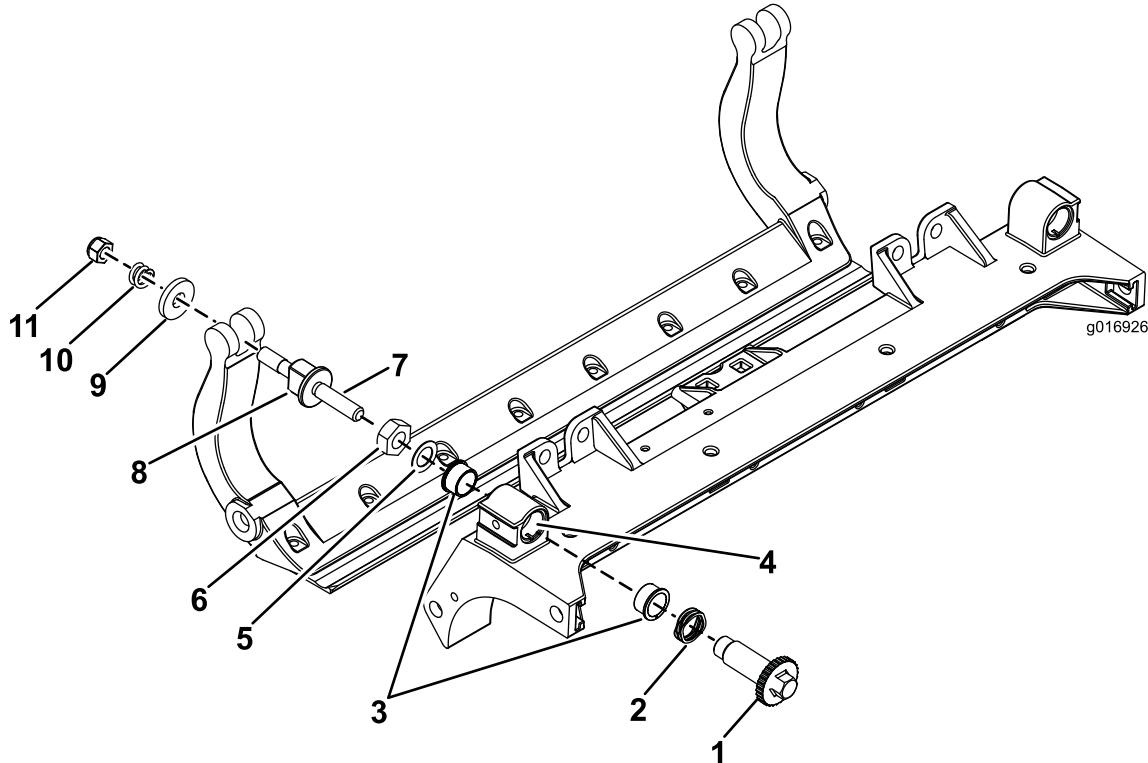

Figura 33
1. Retire todas las piezas (consulte las *Instrucciones de instalación* del Kit HD DPA (Modelo 120-7230) y Figura 33).
2. Aplique compuesto antiadherente en la parte interior de la zona de los casquillos del bastidor de tiro de la unidad de corte (Figura 33).
3. Alinee los salientes de los casquillos con brida con las ranuras del bastidor, e instale los casquillos (Figura 33).
4. Instale una arandela ondulada sobre el eje del ajustador e introduzca el eje del ajustador en los casquillos con brida del bastidor de la unidad de corte (Figura 33).
5. Sujete el eje del ajustador con una arandela plana y una contratuerca (Figura 33). Apriete las tuercas de las ruedas a 20–27 N·m.
Nota: Coloque una arandela de nylon en cada lado del saliente de la chapa lateral. Coloque una arandela de acero por fuera de cada arandela de nylon (Figura 33).